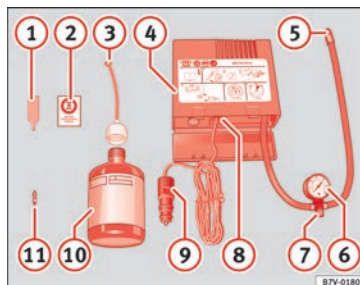

Fig. 67 Représentation standard : contenu du kit anticrevaison.
- Dévissez le capuchon et l'obus de la valve du pneu. Utilisez l'appareil » **fig. 67 ①** pour extraire l'obus. Placez-le sur une surface propre.
- Agitez fortement la bouteille de produit de colmatage des pneus » **fig. 67 ⑩**.
- Vissez le tuyau de gonflage » **fig. 67 ③** sur la bouteille de produit de colmatage. Le
- Retirez le bouchon du tuyau de remplissage » **fig. 67 ③**, puis vissez l'extrémité ouverte du tuyau sur la valve du pneu.
- Placez de nouveau l'obus de valve sur la valve du pneu avec l'outil » **fig. 67 ①**.
- Vissez le tuyau de gonflage du pneu du compresseur » **fig. 67 ⑤** sur la valve du pneu.
- Vérifiez si la vis d'évacuation d'air est serrée » **fig. 67 ⑦**.
- Branchez le connecteur » **fig. 67 ⑨** à une prise de courant de 12 volts du véhicule » **page 161**.
- Raccordez le compresseur d'air au commutateur ON/OFF » **fig. 67 ⑧**.